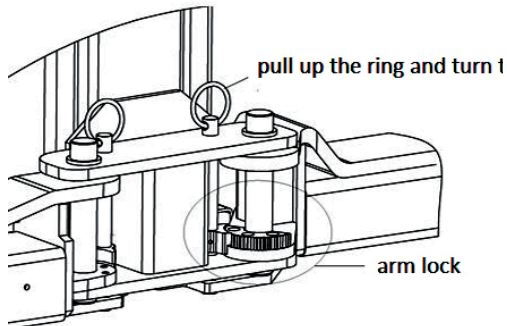

Fig. 13
10. Install lifting arms (fig. 13).